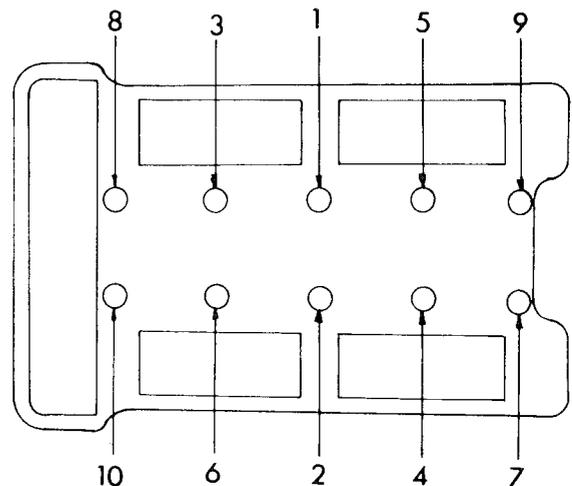

Bild 15
- Die Zylinderkopfmutter in umgekehrter Reihenfolge zum Anzugsschema in Bild 15 lockern und die Schrauben der Reihe nach entfernen.
- Unter Bezug auf Bild 15 die Zylinderkopfmuttern in umgekehrter Reihenfolge zu den Zahlenangaben lösen und die Schrauben entfernen.